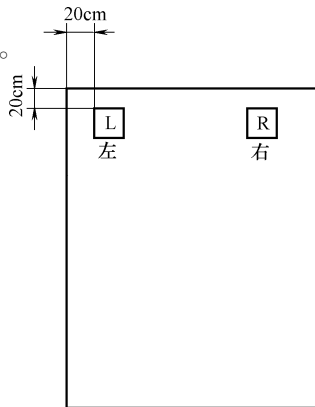

图 4-87 宽侧面摆位示意图
1) 宽侧面摆位。如图 4-87 所示，将左、右声道主音箱放置在室内宽侧一面，这在长方形房间音箱三种摆位中效果最好，要注意音箱离背侧和侧面各留大于 20cm 的距离。